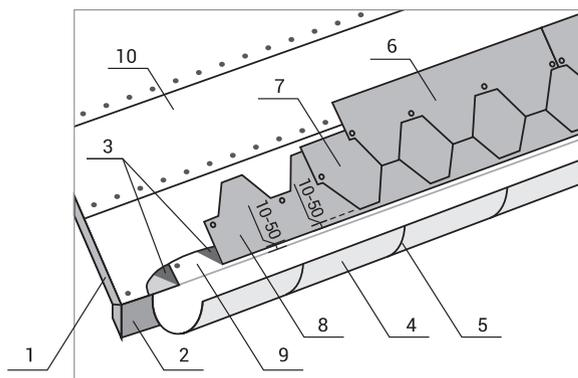

Рисунок 5.3
5.3.2 . При отсутствии карнизной черепицы можно применить рядовую кровельную черепицу, которую в этом случае укладывают вырезами вверх таким образом, чтобы кровельная черепица не доходила до края карнизной планки (капельника) на 10-50 мм (рисунок 5.3).